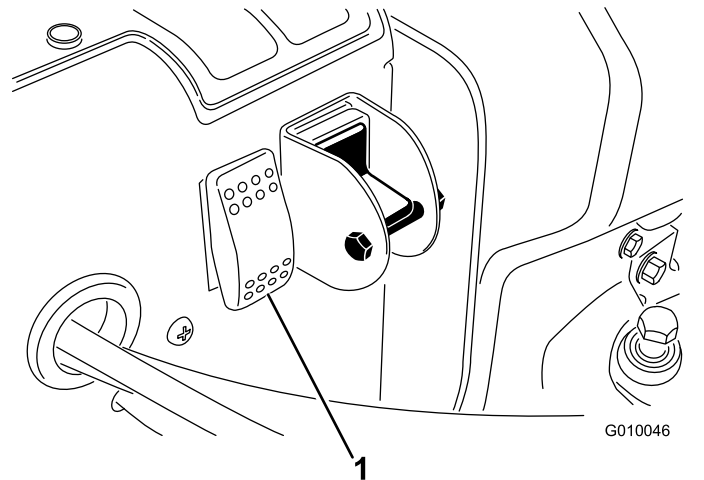

Figura 32
2. Premete l'interruttore di ripristino del sistema (Figura 32).